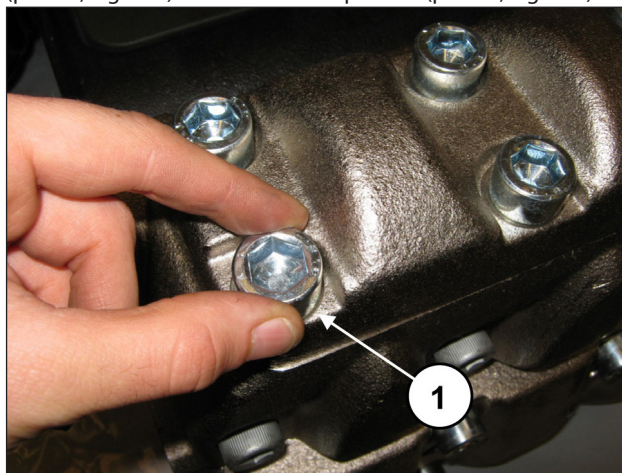
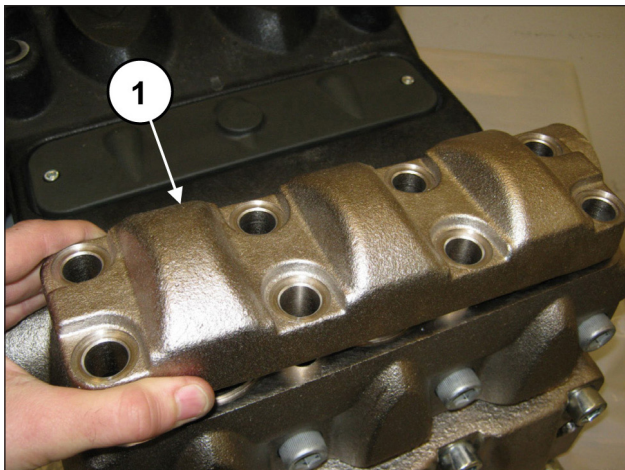

Fig. 135
Fig. 136
Per l'estrazione dei gruppi valvola operare come segue: Svitare le 8 viti M16x45 del coperchio valvole mandata (pos. ①, Fig. 135) e rimuovere il coperchio (pos. ①, Fig. 136).